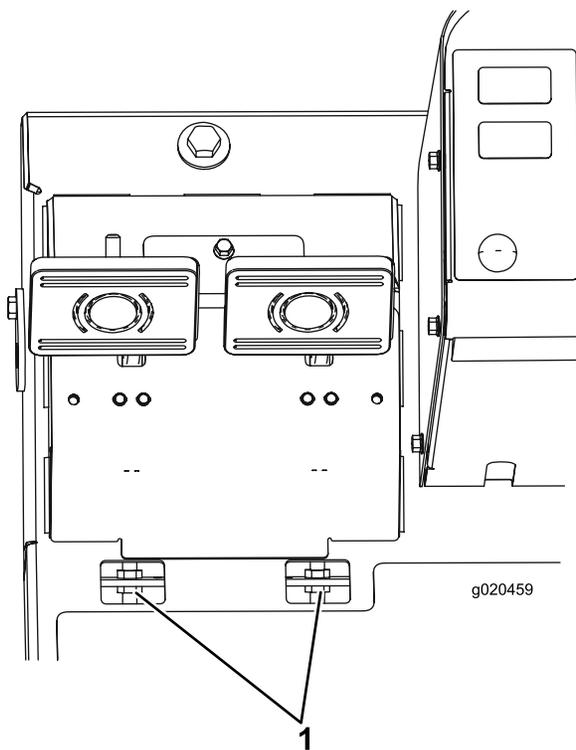

Рисунок 68
- B. Отпустите переднюю гайку на резьбовом конце троса тормоза (Рисунок 68).